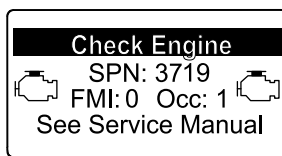

Figure 56
- Avertissement moteur SPN 3719, FMI : 0 (Figure 56)